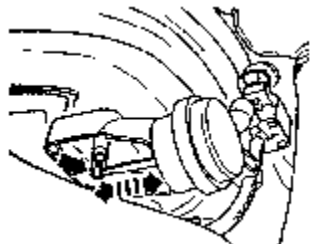

图 3-13 检查双通道进气歧管切换阀 II
(4) 如果进气歧管切换阀被激活，与此同时均匀地按动手动泵，调节元件必须在两个位置往返来回开启，如图 3-13 所示。如果进气管上不能进行切换功能，则需检查切换机构是否灵活；其它管路是否正确连接；真空系统包括进气管中真空容器的密封性是否良好。